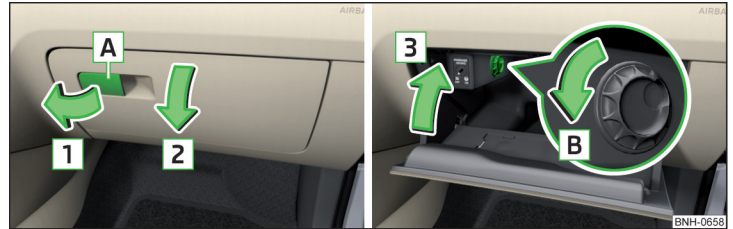

Abb. 87 Ablagefach öffnen / Ablagefach schließen und Luftzufuhr öffnen
- › Zum **Öffnen** den Griff **A** in Pfeilrichtung **1** ziehen und den Deckel in Pfeilrichtung **2** klappen » Abb. 87.
- › Zum **Öffnen** den Drehregler in Pfeilrichtung **B** bis zum Anschlag drehen » Abb. 87.